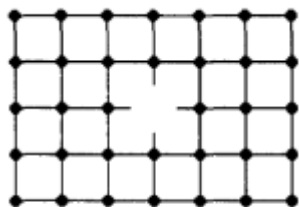

Рис. 10
8. К какой группе дефектов кристаллических структур можно отнести дефект представленного на рис. 10 фрагмента кристаллической решетки?